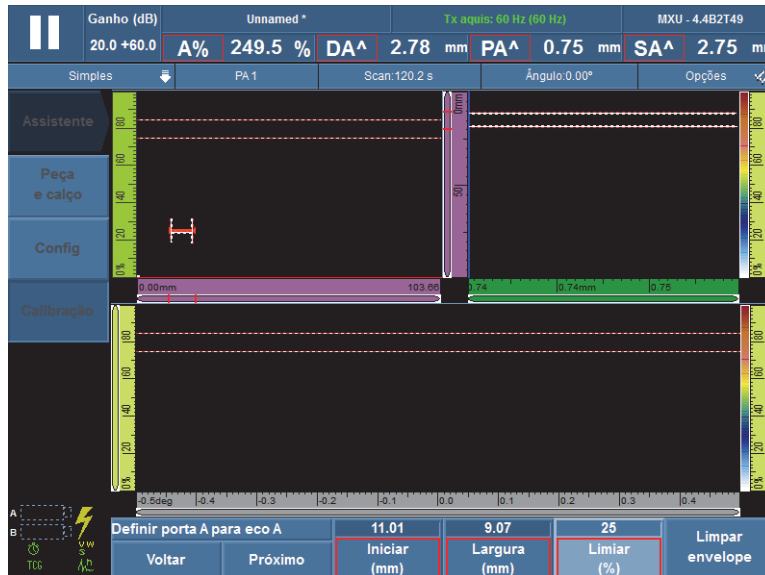

Figura 5-21 Ajuste a porta A sobre o eco para um grupo PA
- a) Selecione **Iniciar** e **Largura** e, em seguida, insira o início e largura da porta de modo que o envelope do sinal do primeiro refletor atravessasse o meio da porta, e que a porta é grande o suficiente para conter toda a largura do sinal (veja a visualização de **A-scan** em Figura 5-21 na página 159).
- b) Ajuste o valor de **Limite** de modo que o sinal atravessasse a porta em cada abertura, como visto em **Calibração: TCG** visualização de Figura 5-21 na página 159.